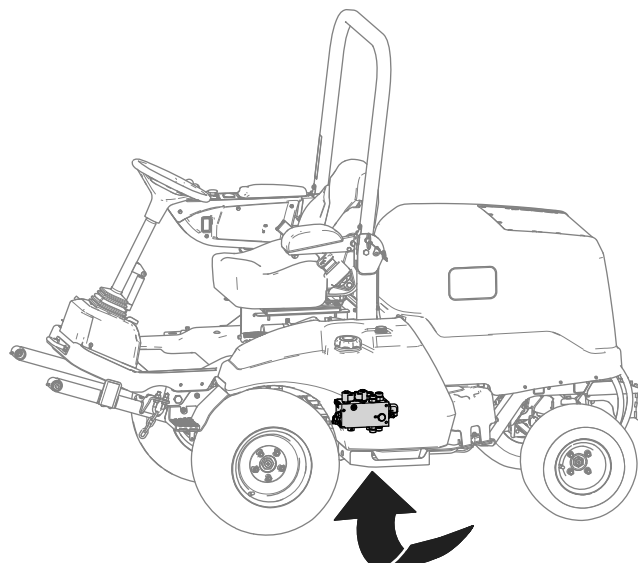

図8
- 油圧マニホールドの下にオイルを受ける容器をおく図8に示す。